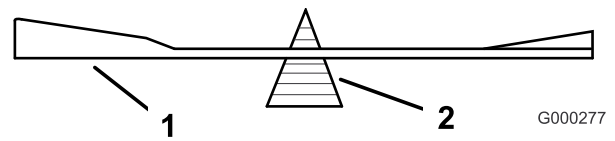

Figura 72
2. Controllate l'equilibrio della lama posizionandola su un bilanciatore (Figura 72).